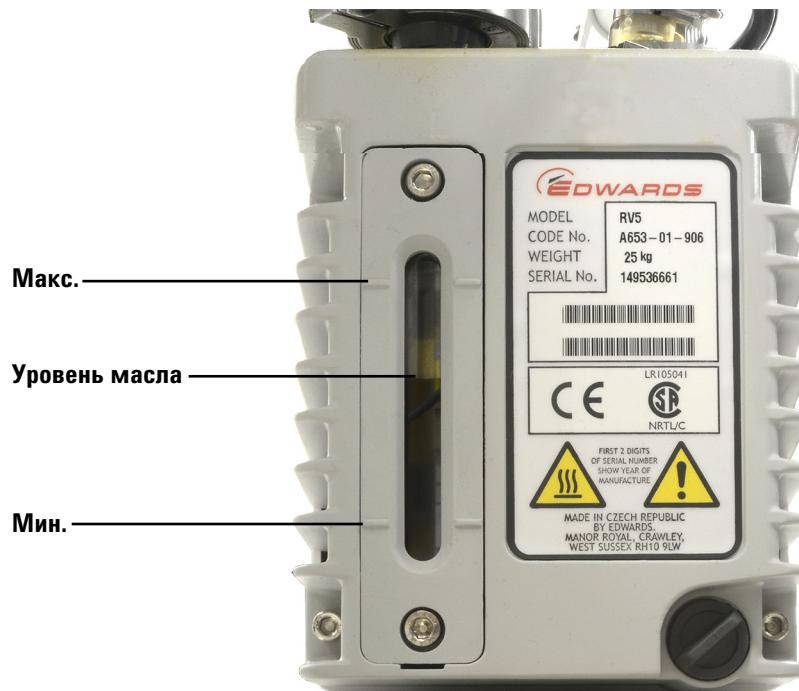

Рис. 12 Проверка уровня масла
- 4 Добавьте новое масло в насос так, чтобы уровень масла приблизился к отметке максимума в окошке для проверки уровня, но не превысил эту отметку. См. Рис. 12 на стр. 78.
- 6 Добавьте новое масло в насос так, чтобы уровень масла приблизился к отметке максимума в окошке для проверки уровня, но не превысил эту отметку. См. Рис. 12 на стр. 78.